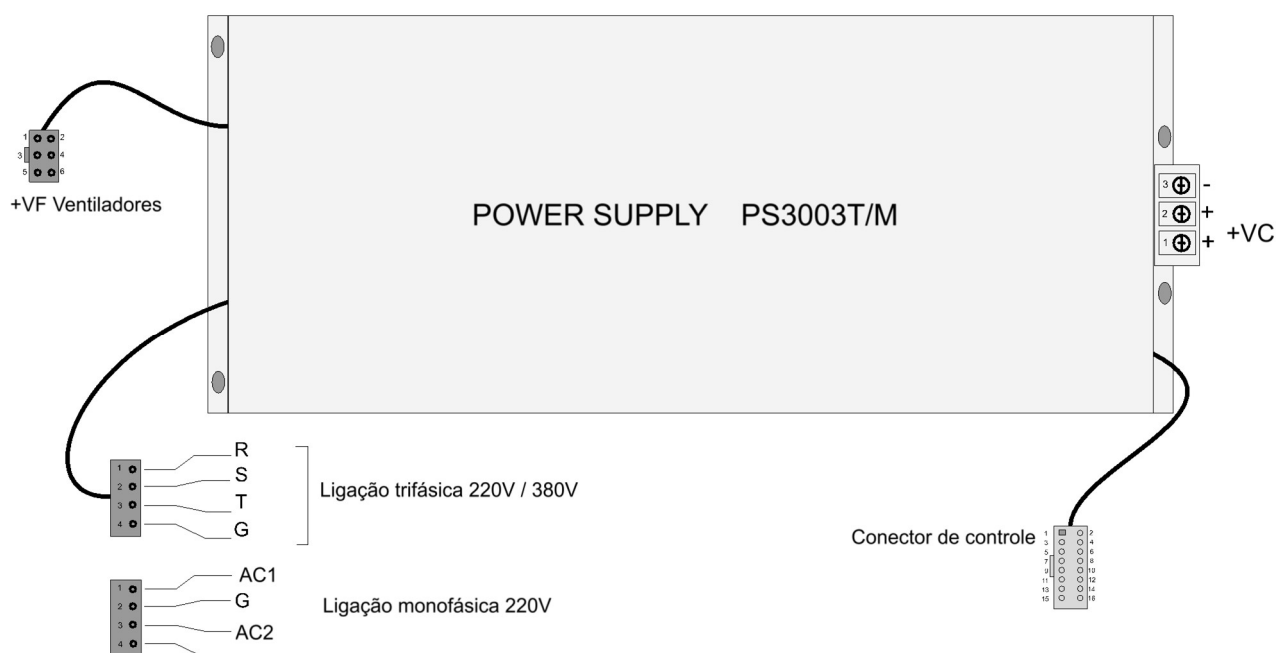

Figura 34: PS3003T/M
3.5.10 Fontes PS3003T/M, Figura 34.